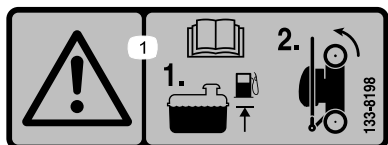

Figura 19
1. Assicuratevi che il livello del carburante nel serbatoio del carburante non sia superiore a quello raccomandato dal produttore del motore; fate riferimento all'adesivo del produttore del motore sul motore stesso (Figura 19).